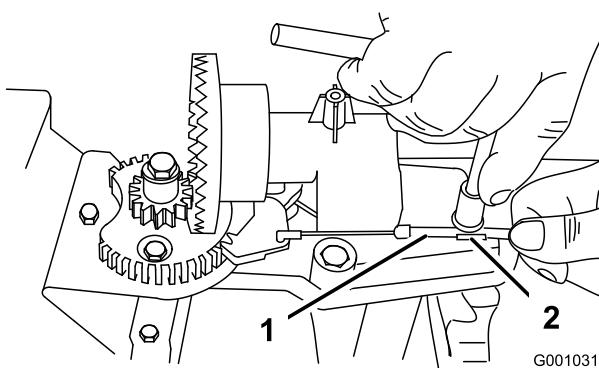
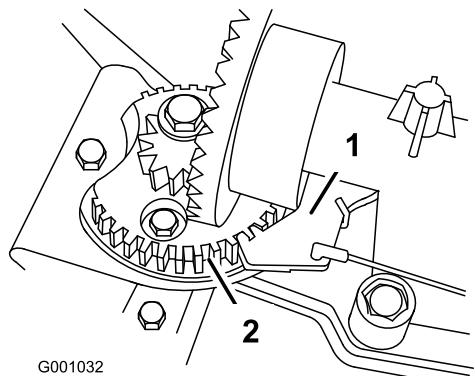

Рисунок 50
Рисунок 51
2. Ослабьте затяжку болта на хомуте кабеля (Рисунок 50).
3. Захватите кабельный трубопровод и перемещайте его по направлению к передней части машины до тех пор, пока фиксатор желоба не войдет полностью в зацепление с зубчатой передачей редуктора (Рисунок 50 и Рисунок 51).
Примечание: Фиксатор подпружинен, и под действием пружины стремится войти в зацепление с шестерней редуктора (Рисунок 51).